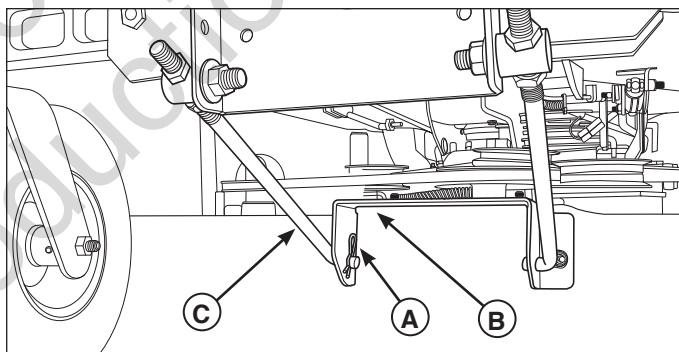

Figura 20. Componentes del elevador delantero de la cubierta
5. Quite las horquillas y arandelas (**A**, Figura 20) que sujetan el soporte delantero de la cubierta del cortacésped (**B**) a las varillas de elevación delanteras (**C**), y, tirando, retire las varillas de los orificios en los soportes. Guarde todos los herrajes extraídos.
4. Inserte las varillas de elevación delanteras (**C**, Figura 20) dentro de los orificios inferiores en el soporte delantero de la cubierta del cortacésped (**B**), y sujete cada una con una arandela y una horquilla (**A**).